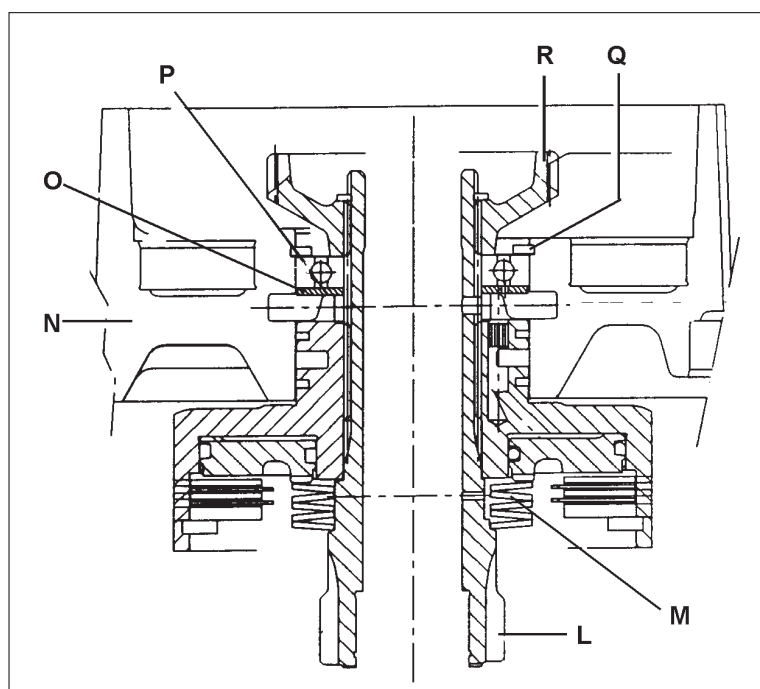

Fig. 9 - Prémontage des pièces sur l'arbre MEDIUM.
- Prémont "à l'établi" l'arbre MEDIUM **L** réf. 007.6149.0/20 et poser les rondelles Belleville **M** réf. 007.6149.0 (Fig. 9);
- Engager l'ensemble sur l'arbre MEDIUM en maintenant celui-ci en position verticale (Fig. 9);
- Mettre en place le déflecteur d'huile **O**, le roulement **P**, et le circlip **Q**, (Fig. 9);